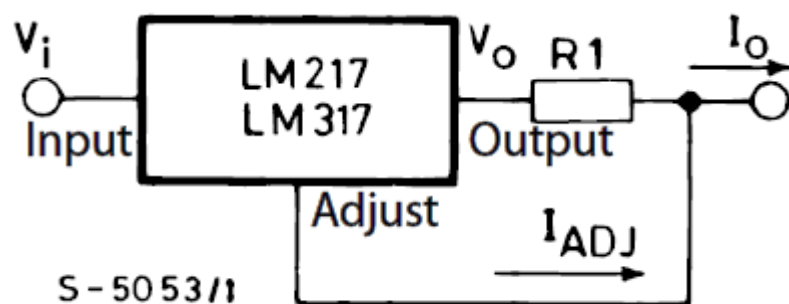

Рисунок 1. Типовое включение микросхемы **LM317T**
- Типовое включение микросхемы **LM317T** (LM317) в режиме стабилизации тока представлено на рис. 1 (спецификация производителя).
3. По техническим условиям рассчитайте необходимое регулировочное сопротивление **R** для микросхемы **LM317T** (см. типовое включение, рис. 1). Обоснуйте использование одного резистора, или же нескольких последовательно/параллельно подключенных резисторов в роли сопротивления **R**.